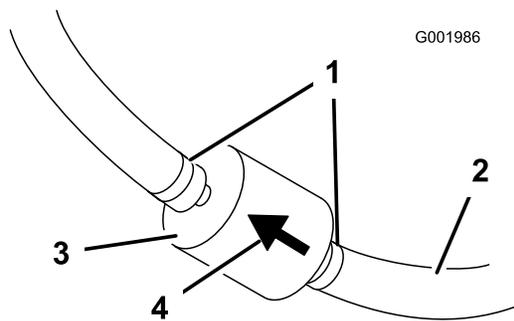

图 46
5. 将软管夹的两端挤压到一起、将它们滑离滤清器 (图 46)。